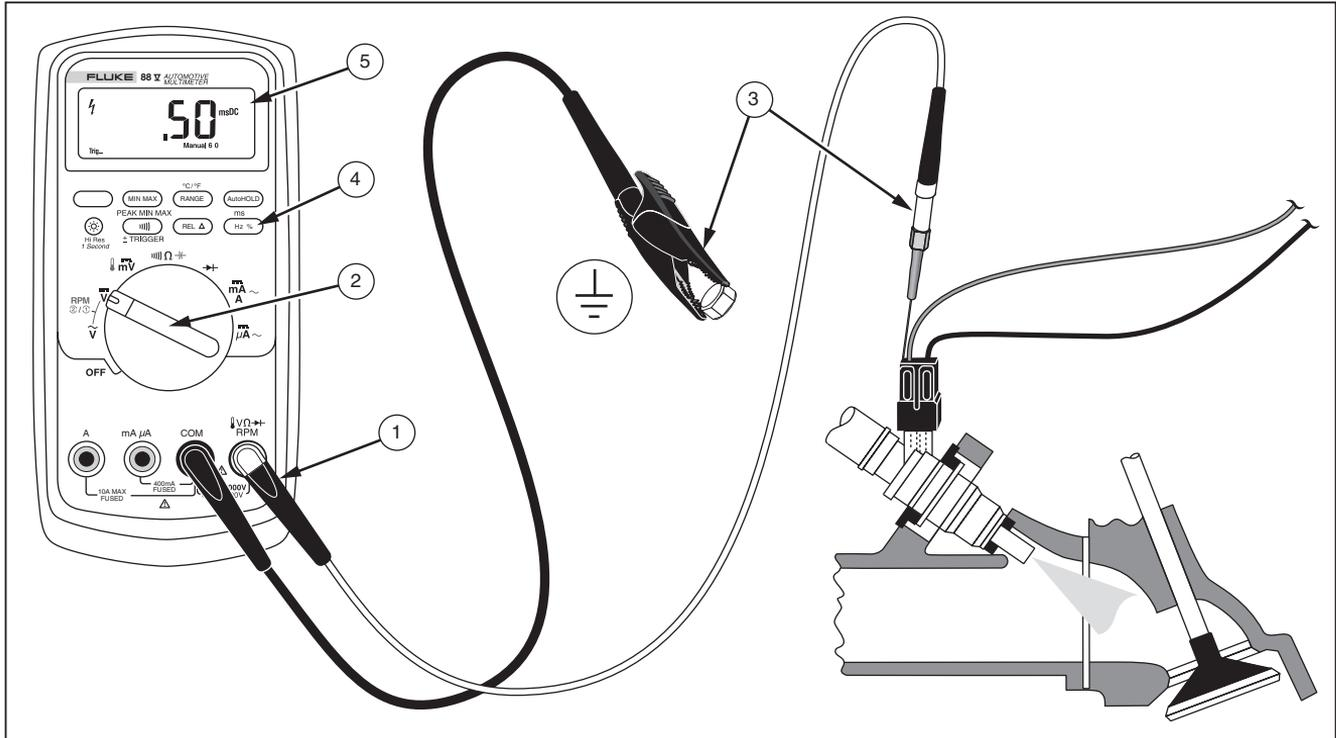

Abbildung 12. Messen der Impulsbreite einer Kraftstoffeinspritzung
1. Die Messleitungen gemäß Abbildung 12 in die Eingangsanschlüsse einführen.